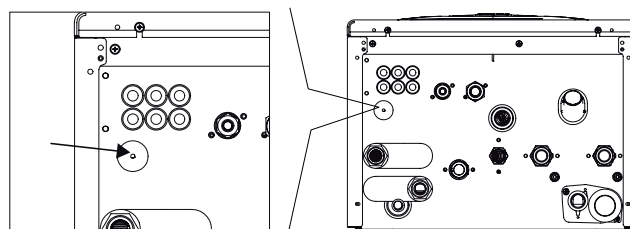

fig. 34 -
2. Collegare i cavi agli appositi morsetti come indicato nelle figure seguenti, avendo cura di far passare i cavi attraverso i passacavi presenti sul fondo della caldaia (vedi "fig. 34 -" a pagina 29)